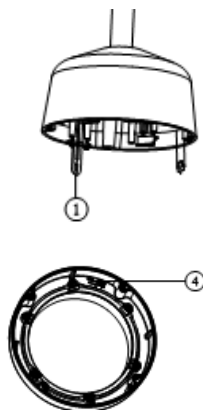

Рисунок 5 Сборка нижнего купола для подвешивания
6. Вставьте в отверстие заднюю крышку и закрепите 3 винтами с помощью отвертки так, чтобы крючки пружинной защелки сместились и зажали заднюю крышку в потолке (см. **Рисунок 5**).